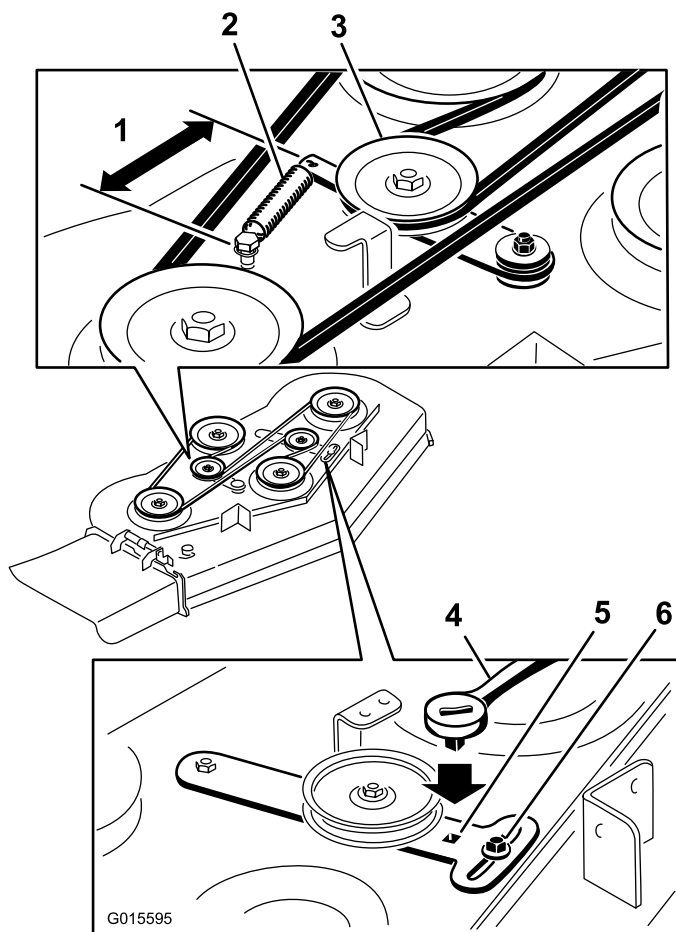

Figure 67
5. Enlevez la courroie usée du tablier de coupe (Figure 67).
6. Montez la nouvelle courroie autour des poulies du tablier de coupe et de la poulie d'embrayage (Figure 67).
7. Au moyen d'un rochet dans le bras de la poulie de tension, serrez la poulie de tension jusqu'à ce que le ressort soit tendu à 165 mm (6,5") entre les crochets (Figure 67).